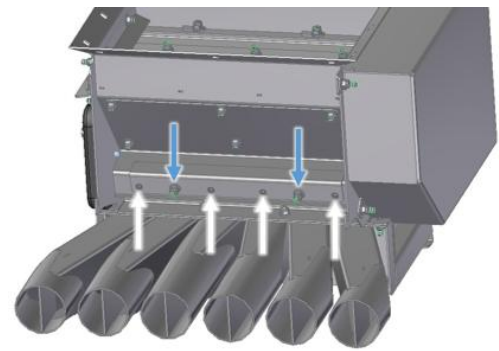

Abbildung 38
- Über den Saatgutausgängen befinden sich 4 Schrauben mit einem TX25 Antrieb. Darüber befindet sich ein Fixierungsblech welches mit 2 Sechskantmuttern SW10 fixiert ist (siehe Abbildung 38).